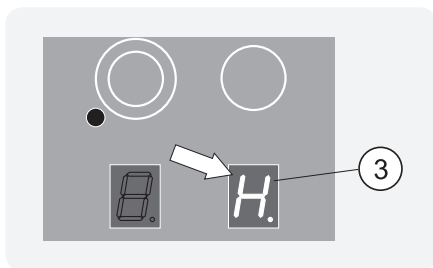

Рис.24
③ (рис. 24) высвечивается буква «Н» (от англ. hot – «горячий»).